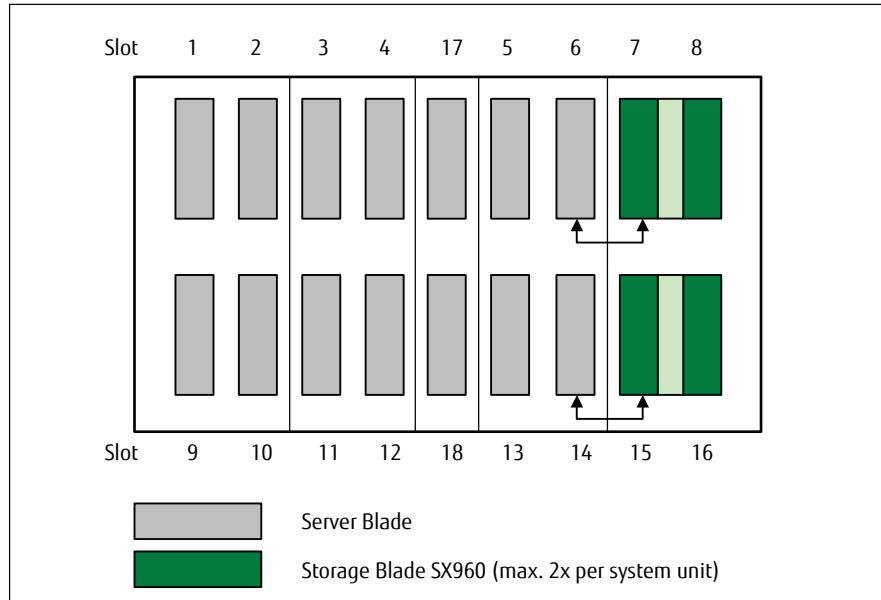

図 4: SX960 S1 ストレージブレードの BX900 S1/BX900 S2 システムユニットへの取り付け規則
- ▶ BX900 S1/BX900 S2 システムユニットのスロット 7 と 8 およびスロット 15 と 16 にのみ、SX960 S1 ストレージブレードを取り付けられます。これにより、左のサーバブレードに追加のディスクスペースを提供することができます (図 4 を参照)。